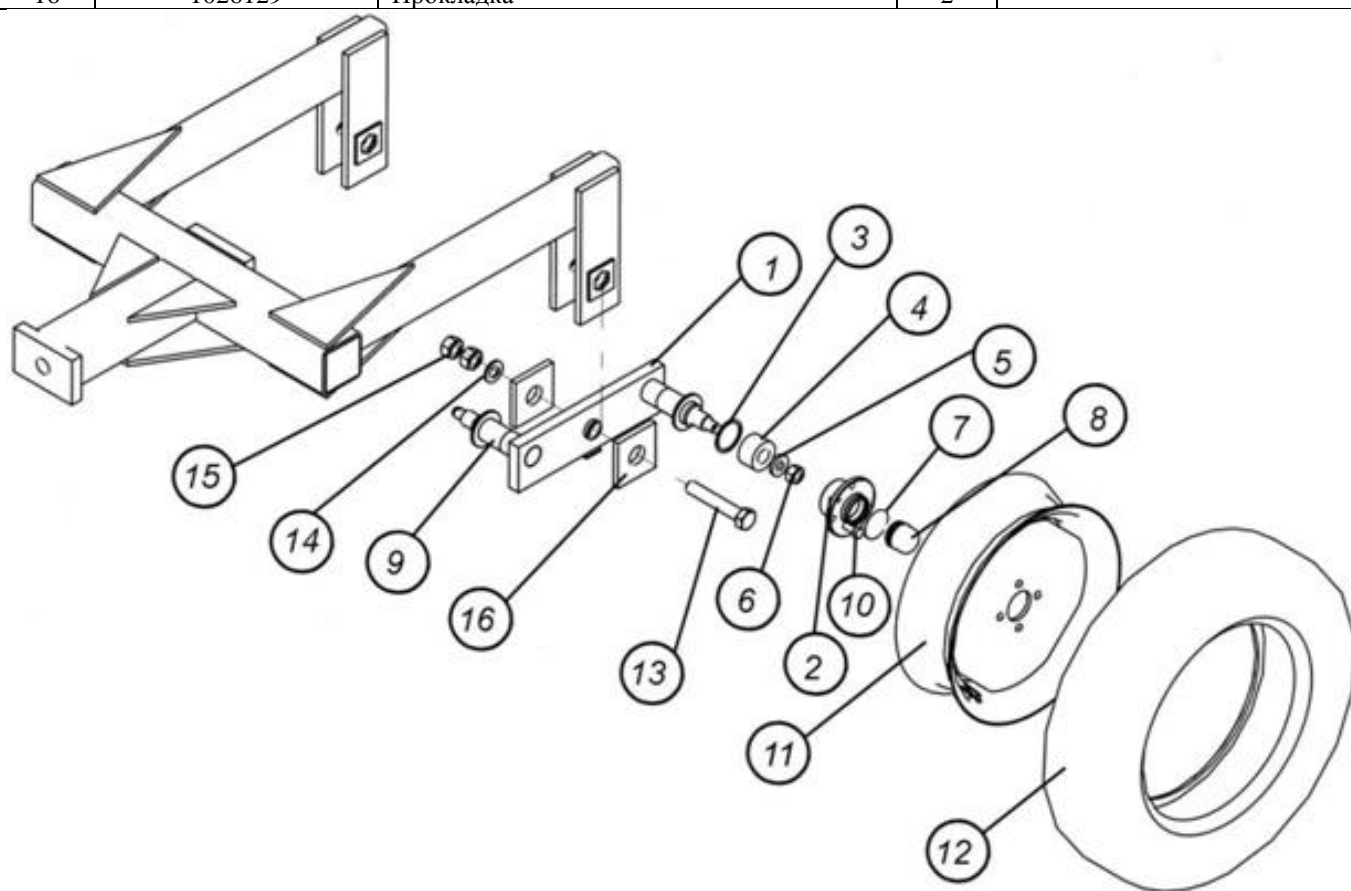

Рис. 7.1.7. Балансир и прикатывающие колеса
7.1.7.1. Чистик прикатывающего колеса (рис. 7.1.7.1).